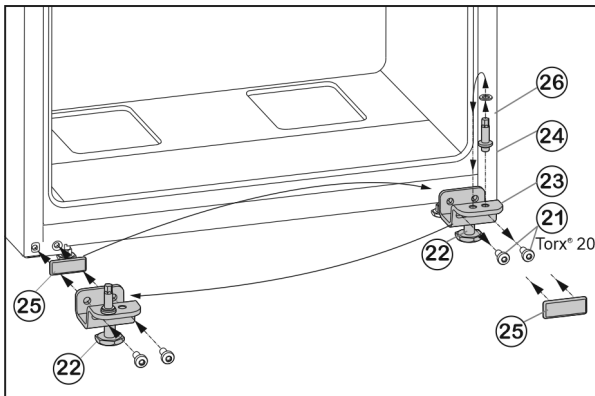

Fig. 7
- ▶ Deșurubați șuruburile de fixare Fig. 7 (21).
- ▶ Scoateți suportul lagărului inferior Fig. 7 (23) complet cu bolțul suportului Fig. 7 (24), șaiba Fig. 7 (26) și piciorul reglabil Fig. 7 (22).
- ▶ Deșurubați bolțul suportului Fig. 7 (24) complet cu șaiba Fig. 7 (26), montați-o invers în orificiul de preluare a suportului lagărului și strângeți din nou ferm.
- ▶ Scoateți cu precauție placa de mascare Fig. 7 (25) și instalați-o pe partea opusă.
- ▶ Înșurubați din nou ferm suportul lagărului inferior Fig. 7 (23) complet, cu bolțul suportului Fig. 7 (24), șaiba Fig. 7 (26) și piciorul reglabil Fig. 7 (22) pe noua parte a șarnierei, este cazul cu ajutorul unei mașini de înșurubat (cu 4 Nm).
- ▶ Așezați ușa de sus pe bolțul șurubului Fig. 7 (24).
- ▶ Deșurubați piciorul reglabil Fig. 7 (22) de la suportul lagărului inferior Fig. 7 (23), până când acesta se așează pe sol.